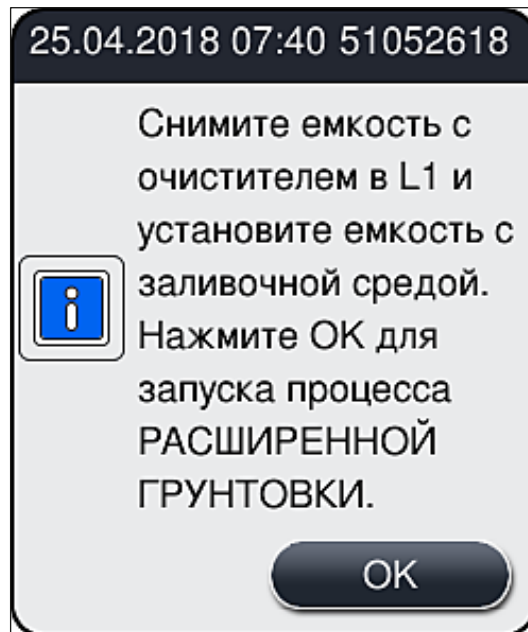

Рис. 104
- » После этого на экране появляется указание для пользователя вынуть колбу для очистки из прибора и вставить новую колбу с заключающей средой. Вставьте емкость и подтвердите информационное сообщение (→ Рис. 104) нажатием на **OK**. Утилизируйте содержимое колбы для очистки в соответствии с правилами лаборатории.